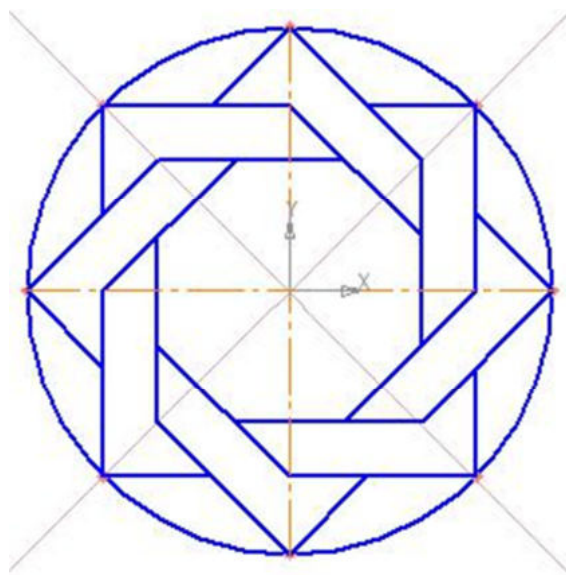

Рис.10
- ☐ удалите все ненужные участки, как показано на рис. 10. Если вы допустили ошибку, сразу используйте команду  – **Отменить**.